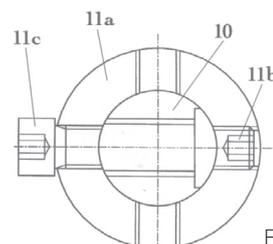

Figure 19
- 2.4 Positionner la vis de positionnement (11c) dans le trou de support du ressort qui est aligné avec le côté non fraisé du trou de tirant (voir la Fig. 19).